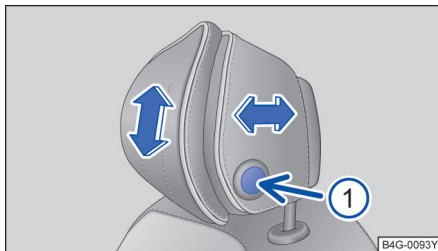

图 85 调整前排头枕
- 向上推或向前调节头枕→图 85，同时沿箭头方向移动头枕→▲。
- 下压或向后调节头枕，按下侧面按钮→图 85 ①，同时沿箭头方向移动头枕→▲。